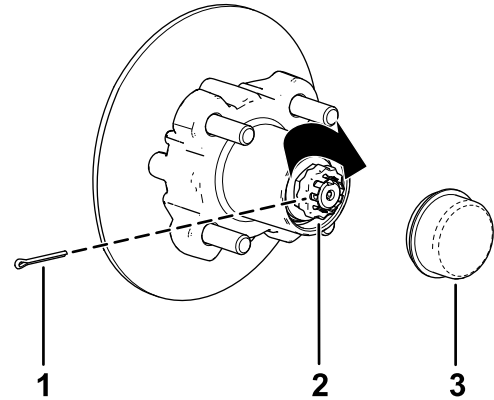

Figura 41
8. Coloque el retenedor sobre la tuerca y compruebe la alineación de la ranura del retenedor y el orificio de la chaveta de la mangueta (Figura 41).
9. Instale la chaveta y doble las patas alrededor del retenedor (Figura 41).
10. Instale el tapón guardapolvo sobre el cubo (Figura 41).